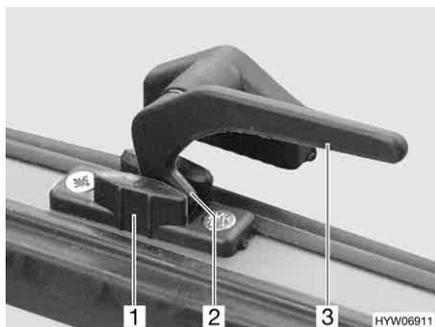

Fig. 77 Leva di serraggio in posizione "Aerazione continua"
- In posizione di "Aerazione continua" (Fig. 77)
- Ruotare la leva di serraggio (Fig. 77,3) di un quarto di giro verso il centro della finestra.
- Girare nuovamente all'indietro la leva di serraggio. Riportare contemporaneamente il nasello di chiusura (Fig. 77,2) nella rientranza della chiusura della finestra (Fig. 77,1).